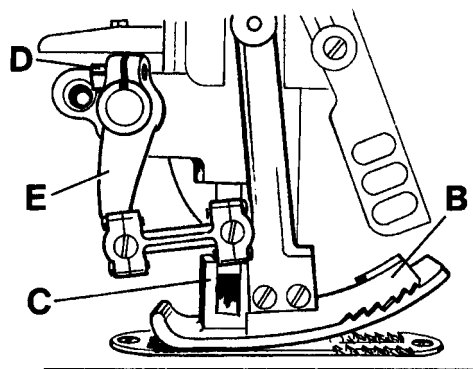
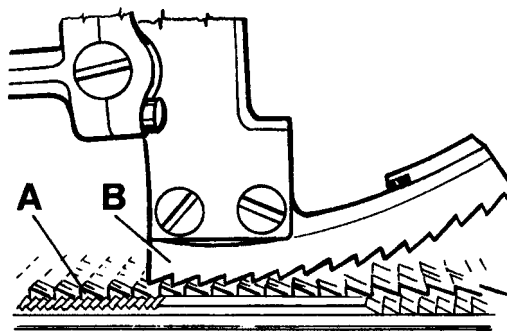

Fig. 17
Fig. 18
Assemble the upper feed dog (B, Fig. 17). The upper feed dog should not push against the front or rear end when moving in the slots of presser foot (C). Simultaneously the upper feed dog (B, Fig. 18) should be positioned so that the tips of its teeth engage with the tooth spaces of the lower feed dog (A), without contacting it. When the lower feed dog (A) is in its highest and the upper feed dog (B) in its lowest point of travel, there must be a small gap between both feed dogs. The feed travel of the upper and the lower feed dog should be synchronous.
For setting the upper feed dog with respect to the slot ends in the presser foot and the tooth spaces of the lower feed dog, loosen screw (D, Fig. 17) and turn drive lever (E) accordingly to the front or rear. Retighten screw (D).
Coloque el diente alimentador superior (B, Fig. 17). El diente alimentador superior no debe chocar contra los extremos delantero y traseros durante su movimiento en las ranuras del pie prensatelas.
Simultáneamente el diente alimentador superior (B, Fig. 18) tiene que ser ajustado de tal manera que la punta de sus dientes coincidan con los espacios entre los dientes del alimentador inferior (A) sin tocarlo. Cuando el alimentador inferior (A) está en su posición mas alta y el diente alimentador superior (B) en su posición mas baja, todavía debería haber una distancia mínima entre los dos transportadores. Los recorridos de ambos dientes alimentadores (superior e inferior) tiene que ser sincronizado.
Para ajustar el diente alimentador superior con respecto a los extremos de las ranuras en el pie prensatelas y los espacios entre los dientes del diente alimentador inferior, hay que soltar el tornillo (D, Fig. 17) y girar la palanca de accionamiento (E) hacia adelante o atrás respectivamente. Apriete de nuevo el tornillo (D).
On the return travel, the upper feed dog should lift so high that no fabric will be pulled against the sewing direction. The motion should be set so that the rear four teeth of the upper feed dog (B, Fig. 17) remain approx. 1/3 of their height in the presser foot slots when lifting.
En su movimiento de regreso, el diente alimentador superior debería moverse tan alto que ningún material sea arrastrado hacia la dirección de costura. El movimiento debe ser ajustado de manera tal que los últimos 4 dientes traseros del diente alimentador superior (B, Fig. 17) mantengan aproximadamente 1/3 de su altura de las ranuras del pie prensatelas cuando se levanta.